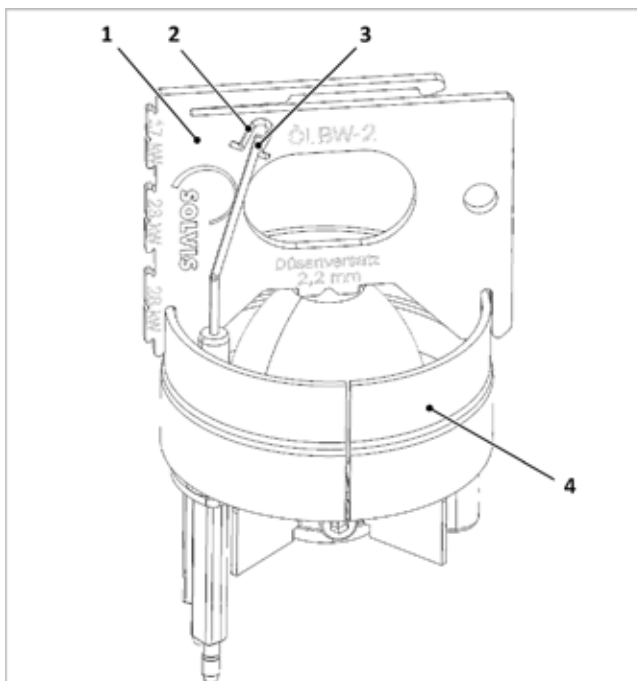

Fig. 120 : contrôle des électrodes d'allumage
1. Contrôler la position des électrodes (3) conformément à la → fig. 120 et la corriger par torsion le cas échéant.
2. Contrôler la longueur minimale. L'extrémité inférieure de la fenêtre de contrôle (2) du gabarit de réglage indique la longueur minimale des électrodes d'allumage. Si les électrodes ne sont plus qu'un peu plus longues, elles doivent être remplacées.